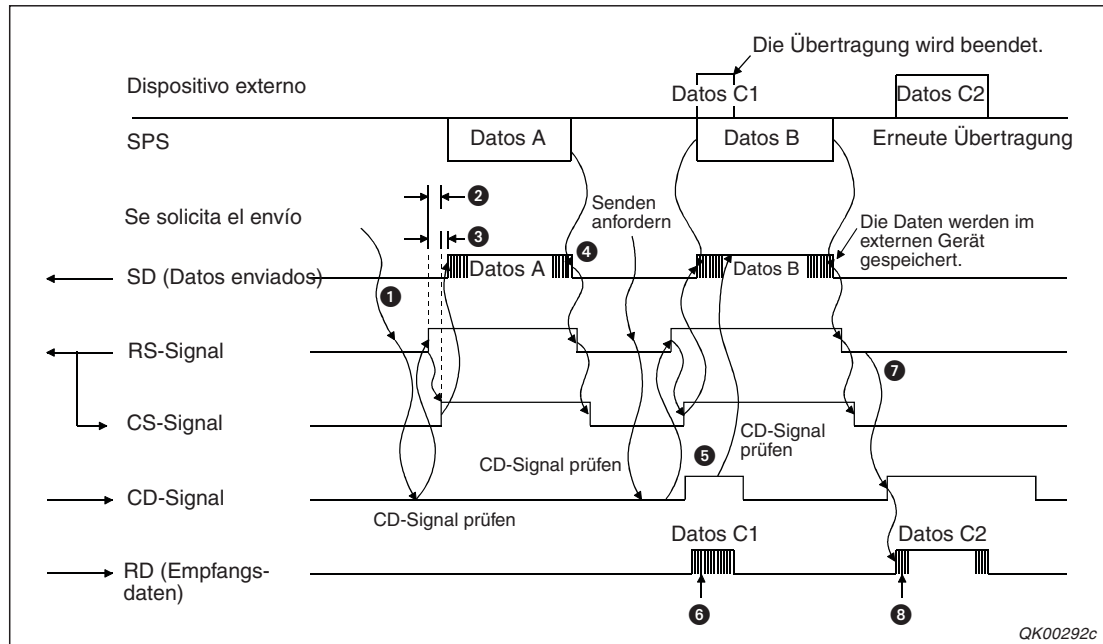

Fig. 12-6: Das externe Gerät kann eine Übertragung des Schnittstellenmoduls nicht unterbrechen
(Los pasos de ① a ④ se corresponden con el envío "normal", descrito también en la fig.12-6. Los pasos de ⑤ a ⑧ describen el caso de que los dos dispositivos envíen simultáneamente.)